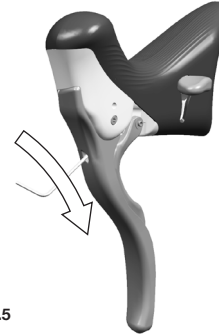
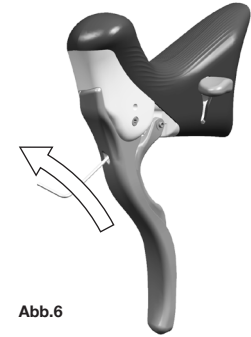

Abb.5
Abb.6
- Drehen Sie im Uhrzeigersinn, um den Hebel vom Lenker (Abb.5) wegzubewegen, oder gegen den Uhrzeigersinn, um den Hebel zum Lenker (Abb.6) anzunähern.